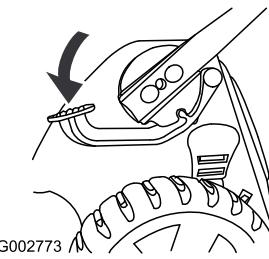

Figure 51
1. Appuyez sur la pédale et maintenez-la enfoncee (Figure 51).